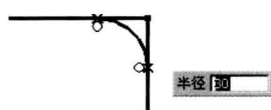

图 2.8.13 “取消修剪”的圆角
- 如果选中“取消修剪”按钮，则绘制的圆角如图 2.8.13 所示。